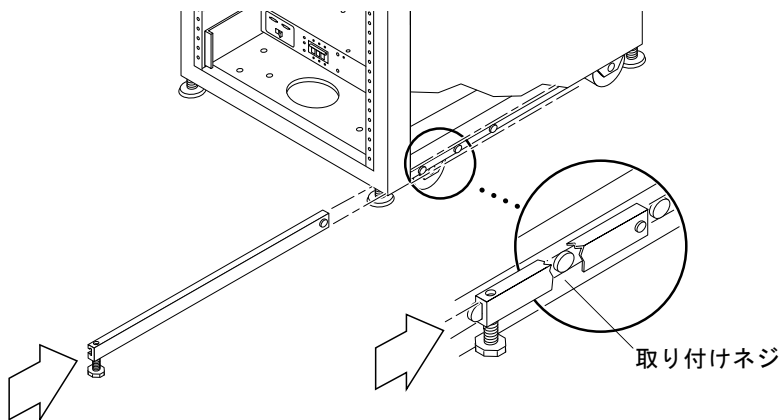

図 2-2 右安定脚の取り付け
2. 拡張キャビネット下部の 3 本の取り付けネジを被うようにして右安定脚を滑り込ませて (図 2-2)、これを完全に伸ばします。